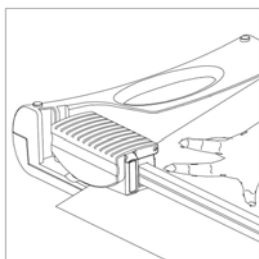

figura 4
- 2 Spingere la testina di taglio contro un lato della guida di posizionamento (figura 4).